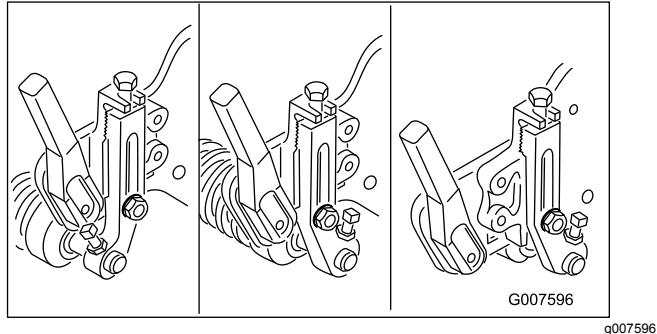

図 57
**注**芝刈り作業の種類や好みにより、前ローラの取り付け方は、以下の種類から選択します図 57。